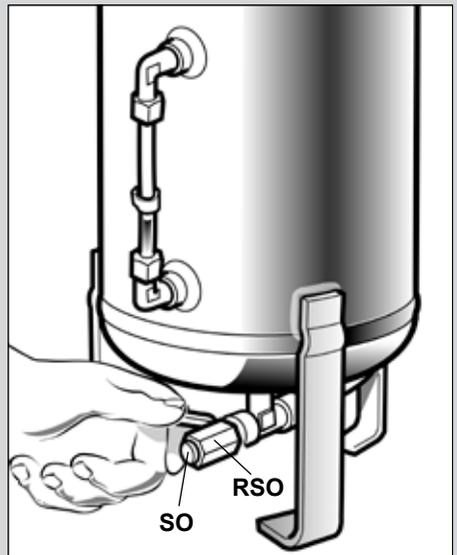

Fig. 29
- Отвинтив заглушку, подсоедините прозрачный сливной шланг к штуцеру дренажа **SO**, опустив противоположный конец шланга в подходящую по объему емкость (рис. 29)
- Приоткройте немного кран **RSO** (рис. 29)